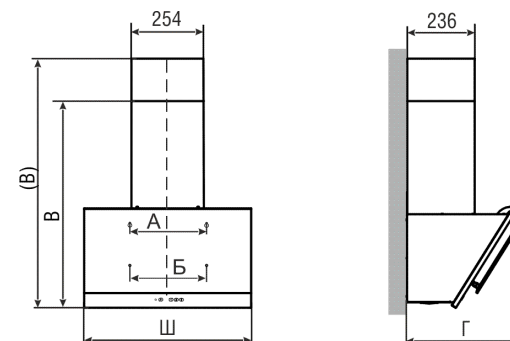

рис. 2
- вверните два самонарезающих винта 6x50 мм (размер А, рис. 2);
- навесьте вытяжку через отверстия типа «замочная скважина» и дополнительно закрепите ее двумя самонарезающими винтами 6x50 мм (размер Б, рис. 2);